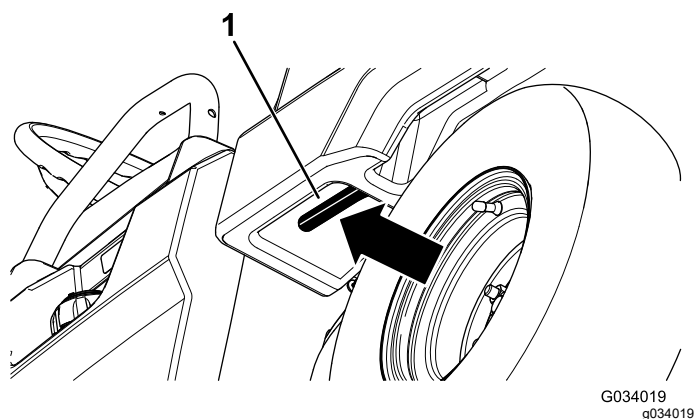

Рисунок 16
1. Потяните рычаг с левой внутренней стороны грузового кузова на себя и поднимите грузовой кузов вверх (Рисунок 16).
1. Немного приподнимите грузовой кузов, нажав вверх на рычаг защелки (Рисунок 16).